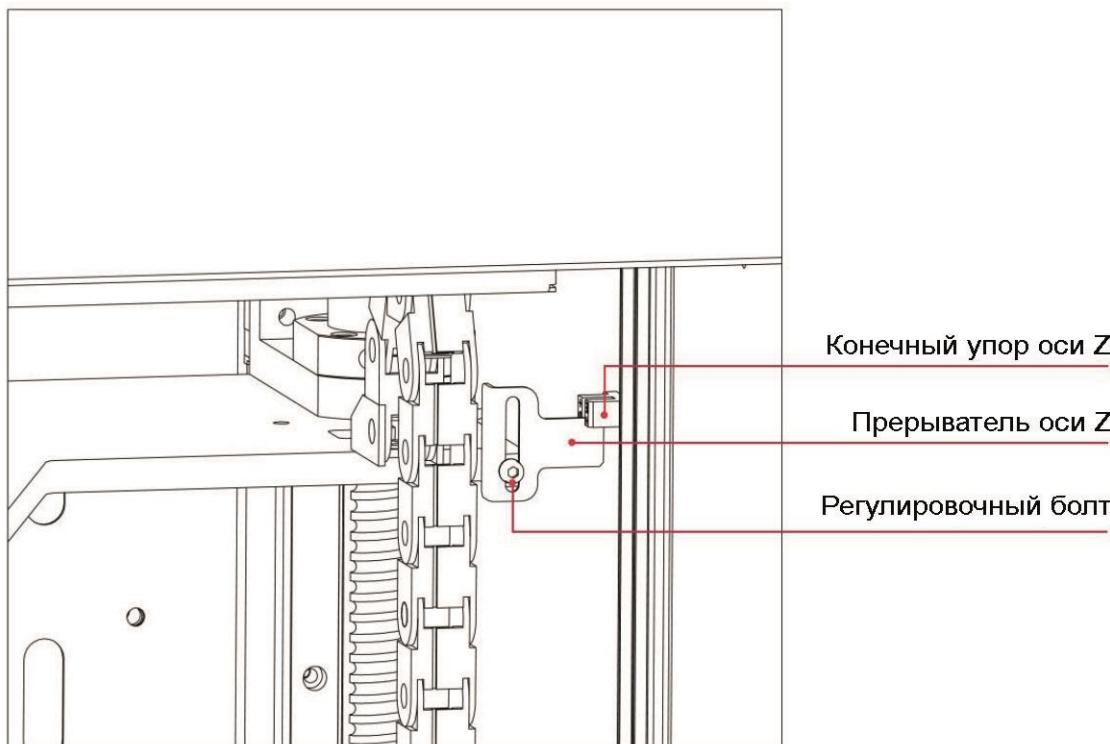

Рис. 56 Концевой упор и концевой прерыватель, расположенные с правой стороны нагревательного стола
1. Проверить провода питания и провода принтера на предмет износа и дефектов. Проверить зубчатые ремни на наличие дефектов и абразивный износ. Следует убедиться, что прерыватель оптического луча концевого упора по оси Z (рис. 56) не поврежден, не сломан, не согнут и что он совмещен с пазом концевого упора.
ВНИМАНИЕ: Следует внимательно следить за перемещением по всем осям. Когда ось Z достигает концевого упора и останавливается, необходимо проверить расстояние между соплом и нагревательным столом с помощью измерительного калибра. Расстояние должно составлять около 0,8-1,5 мм. Если расстояние больше, сканирование нагревательного стола может быть прервано, и может появиться сообщение об ошибке «Heatbed scan aborted» (Сканирование нагревательного стола прервано). Если расстояние превышает 1,5 мм, следует отрегулировать его вручную. Для этого необходимо ослабить регулировочный болт (рис. 56) и отрегулировать расстояние вручную. При подъеме прерывателя расстояние между соплом и нагревательным столом будет увеличено; при опускании прерывателя сопло будет передвинуто ближе к нагревательному столу. После регулировки следует слегка затянуть регулировочный болт и проверить положение сопла с помощью калибра, используя команду «Home Z», доступную в меню Manual Controls.